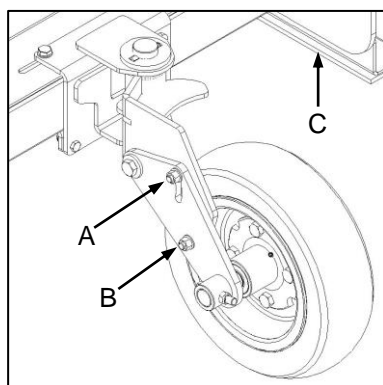

Fig. 7
- ✔ To set working height, loosen the pivot bolt (Fig. 7-A) while removing the height setting bolt (Fig. 7-B) completely.
- ⊖ Note that the articulated rear wheels may be used with the side panels and skids still in place. However, these must be suitably adjusted to prevent any ground contact during operation (Fig. 7-C). Failure to observe this requirement will result in structural and mechanical failure not covered under warranty.
- ✔ Om die werkshoogte te stel, draai die spilbout los (Fig. 7-A) los en verwyder die hoogteverstellingsbout heeltemal (Fig. 7-B).
- ⊖ Let daarop dat die geartikuleerde agterwiele gebruik kan word met die sypanele en glystukke steeds in posisie. Dié moet egter so verstel word dat daar geen grondkontak tydens bedryf is nie (Fig 7-C). Versuim om hierdie vereiste na te kom sal tot strukturele en meganiese onklaarraking lei wat nie onder waarborg gedek word nie.